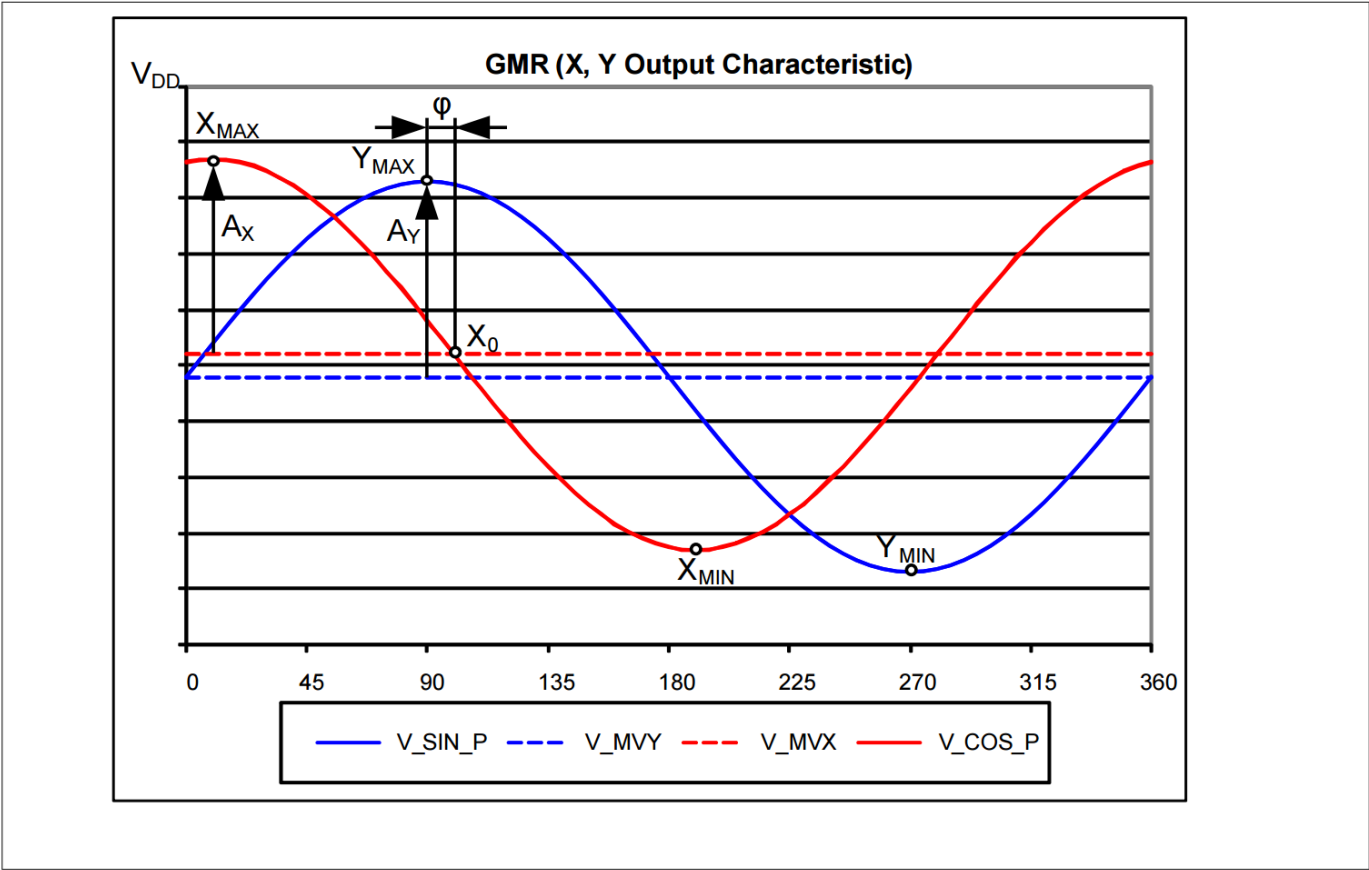
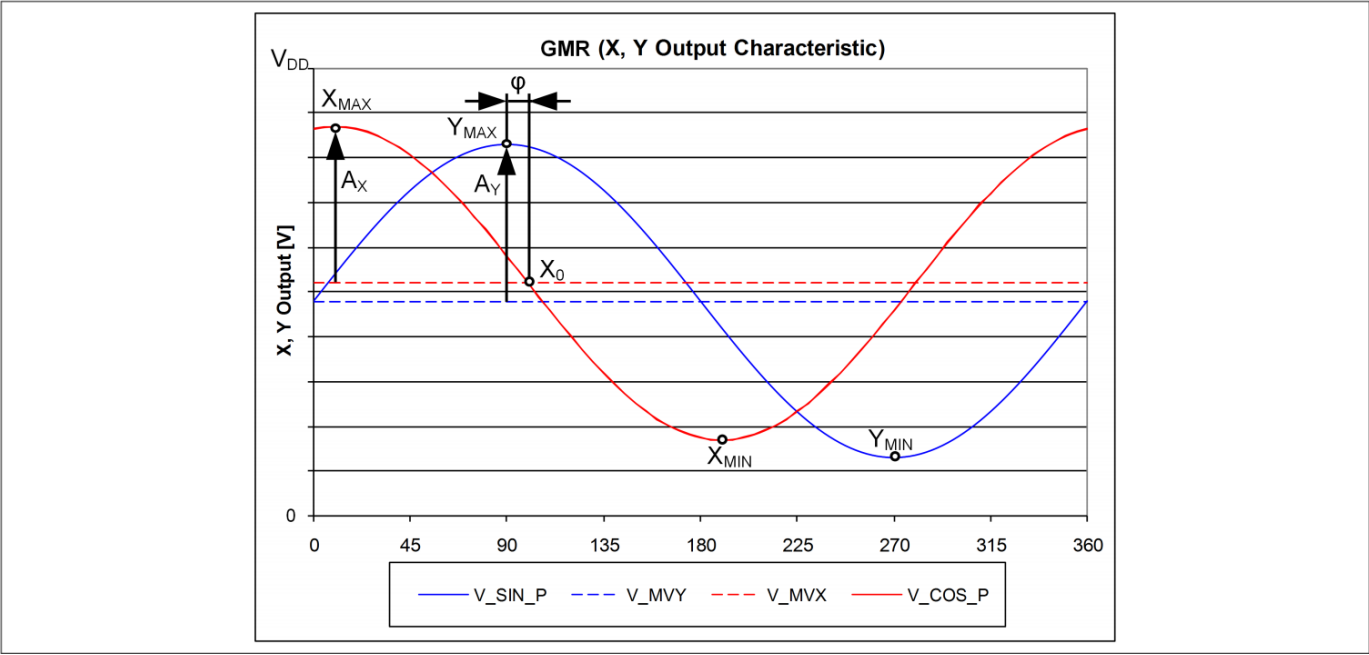
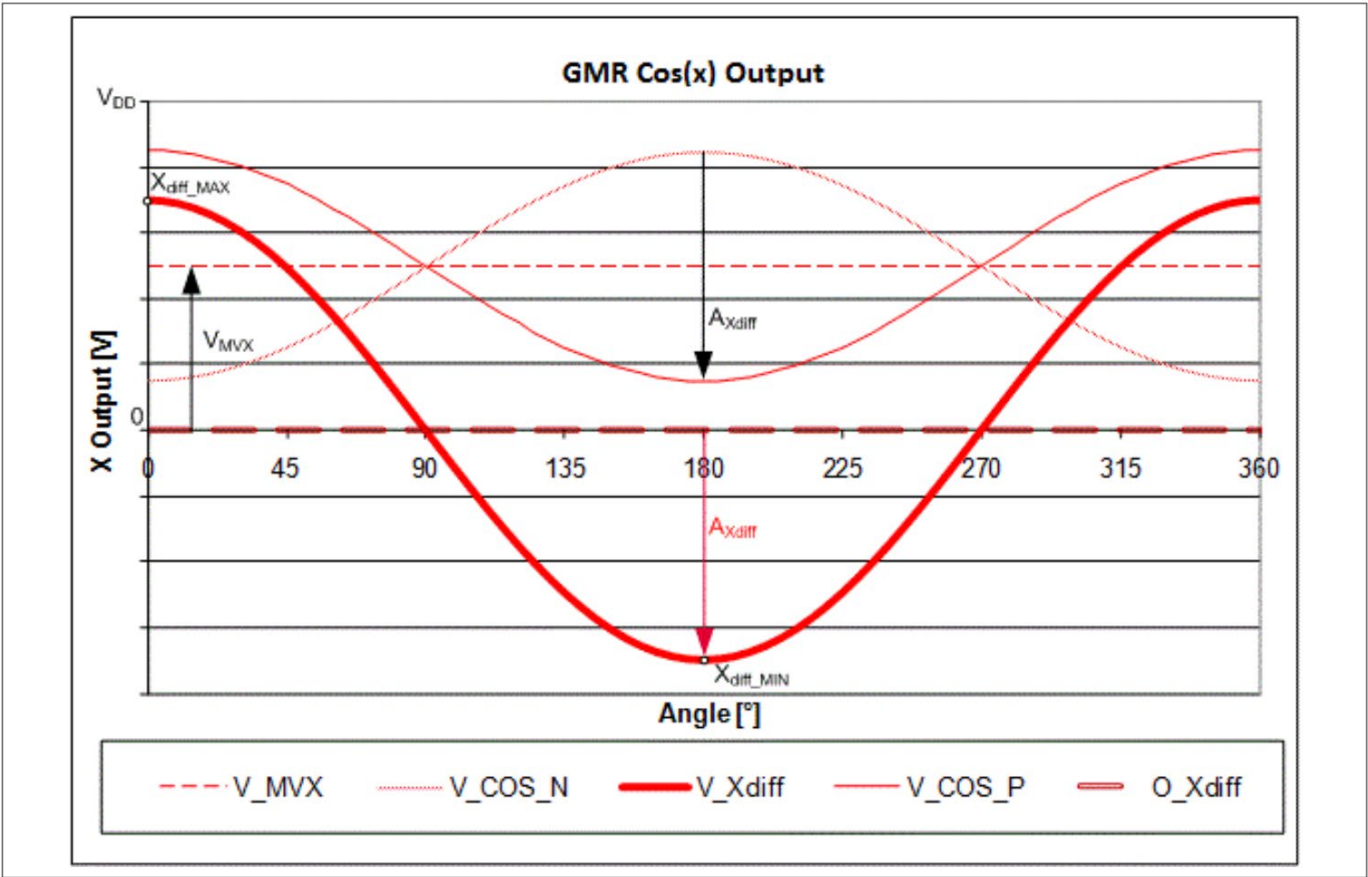

图 16 GMR 传感器单端输出信号
图 17 AMR 传感器单端输出信号
图 18 理想余弦的 GMR 差分输出
除非另有说明，否则所有参数均适用于整个工作范围。表 9 中的参数指单引脚输出，表 10 中的参数指差分输出。有关变量名称，请参阅第 21 页的图 16 和第 22 页的图 18。
1) V_{max} 和 V_{min} 分别对应于 X_{max} 或 Y_{max} 和 X_{min} 或 Y_{min} 处的电压电平，如图 16 和图 17 所示。